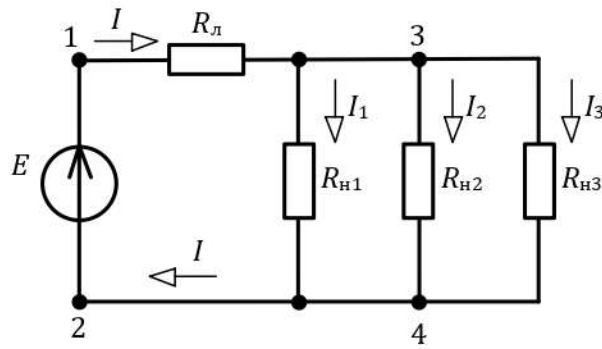

Рисунок 1 – Лінійне розгалужене електричне коло постійного струму
3.2 Зібрати схему електричну принципову експериментальної установки для дослідження розгалуженого електричного кола постійного струму – рисунок 1.